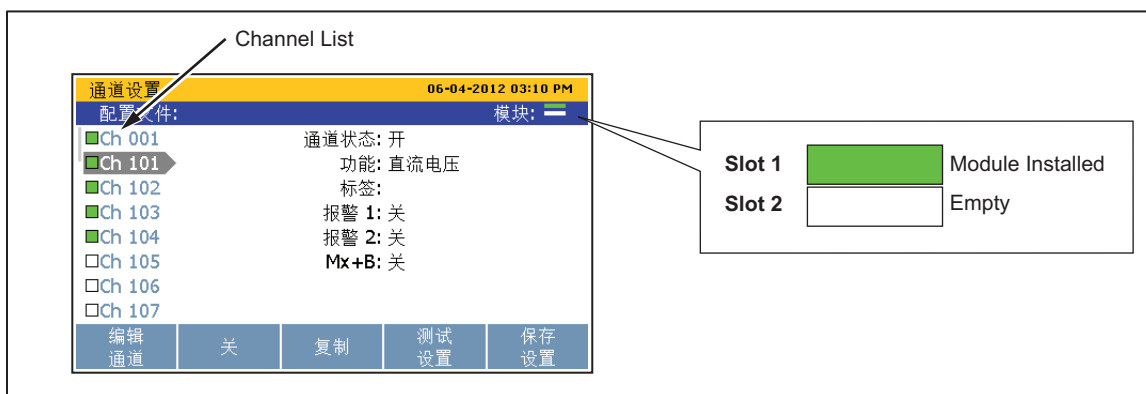

图 3-4. 模块标识 (图示中已安装输入模块)
8. **使用电源开关接通产品电源。开机后，产品检测输入模块的连接。如果识别出输入模块，模块标识将变为绿色，并在“通道设置”菜单的左侧显示所有可用的通道，如图 3-4 中所示。如果模块标识没有变绿，则请见第 4 章中的故障处理信息。**